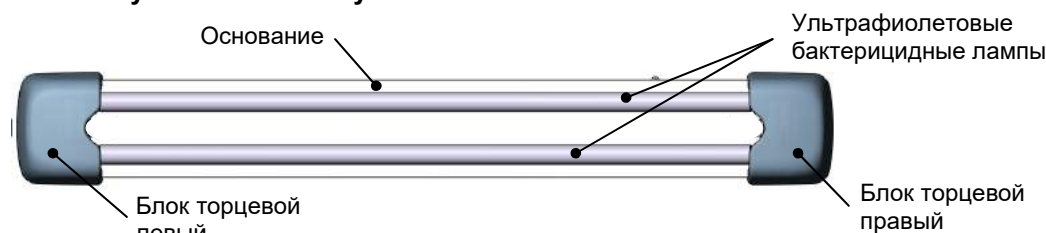

Рис.1
- 5.1. Облучатель состоит из корпуса и установленных в нем 2-х ламп. Корпус состоит из 2-х торцевых блоков, соединенных основанием (рис.1). Торцевые блоки предназначены для размещения и защиты от внешних воздействий электрических компонентов облучателя и перекрывают доступ к токоведущим частям при случайном прикосновении.